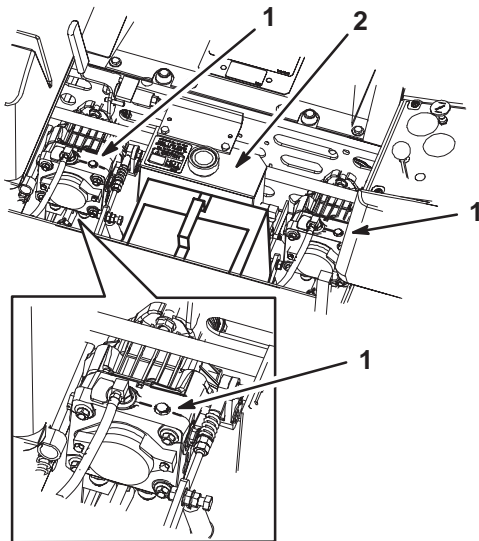

Figure 28
2. Tournez les vannes de dérivation d'un tour dans le sens anti-horaire pour pousser la machine. Cela permet au liquide hydraulique de contourner la pompe et aux roues de tourner (Fig. 28).
Tournez les vannes de dérivation une fois dans le sens horaire pour utiliser la machine (Fig. 28).